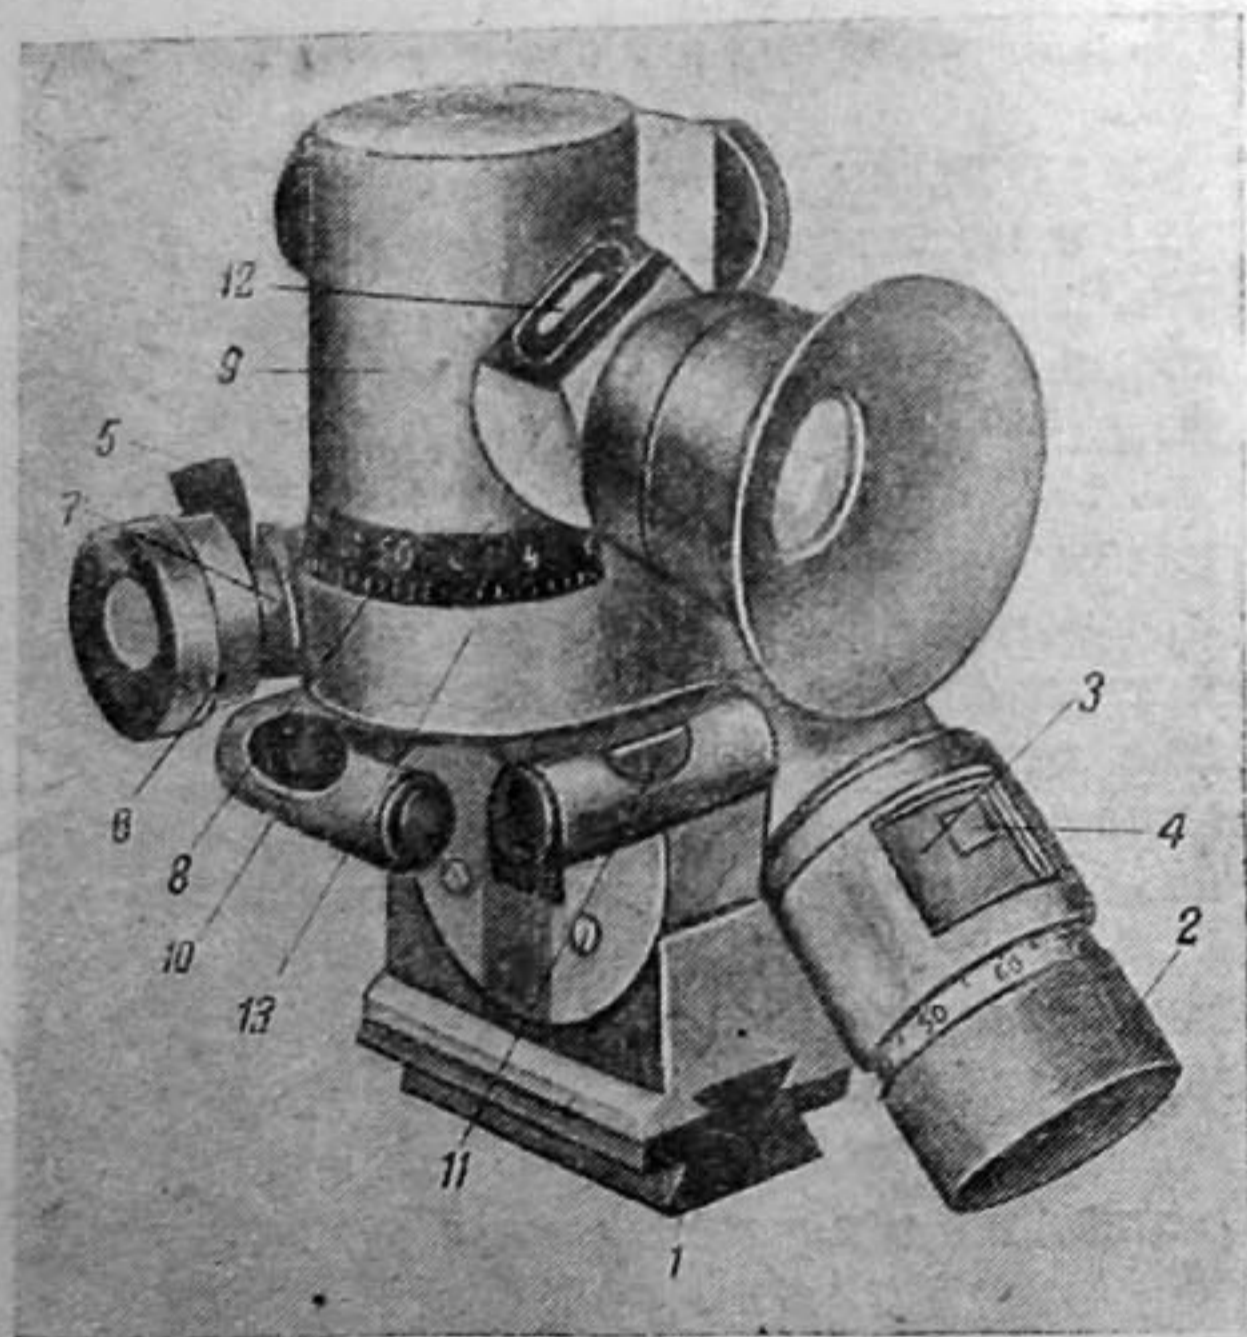

Рис. 12. Оптический прицел:
1. Повернуть муфту так, чтобы открылась надпись «direct», что значит «прямая» (рис. 12).